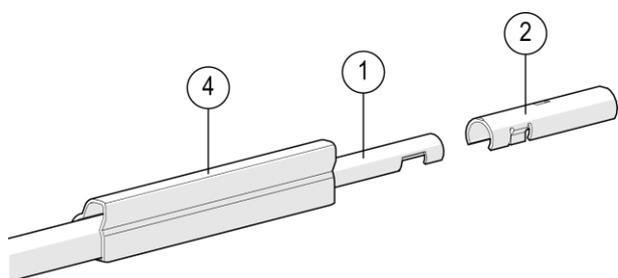

Abb. 43: Einteilige Verbinderkappe aufschieben
- Bei der Montage ist die Umgebungstemperatur zu berücksichtigen (siehe Abb. 43), d.h. bei hohen Umgebungstemperaturen werden die Schleifleitungen im Dehnverbinder eher auf Stoß gesetzt und bei niedrigen Umgebungstemperaturen mit mehr Abstand, d.h. mit einem großen Luftspalt gesetzt.